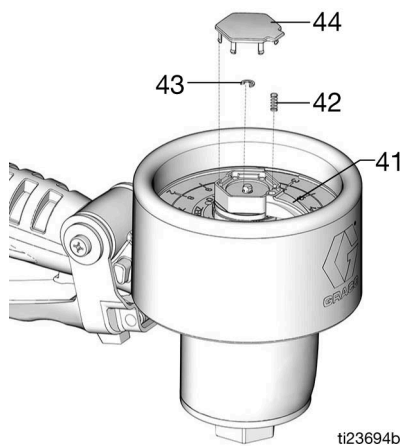

FIG. 14
2. Quite la tapa (44), el anillo de retención pequeño (43), la clavija del puntero (41) y el muelle del puntero (42) (FIG. 14).